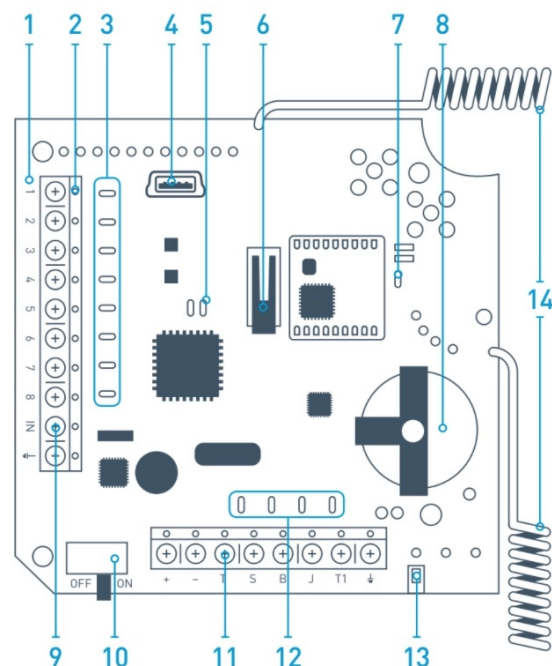

Imagen 1. Receptor de sensores inalámbrico ocBridge Plus
1. Conecta el ocBridge Plus a la computadora mediante un cable USB cable (tipo A–miniUSB) a través del conector «4» (Imagen 1). Enciende el receptor con el interruptor «10» (Imagen 1).
## Descripción de la indicación luminosa «5» (Imagen 1):